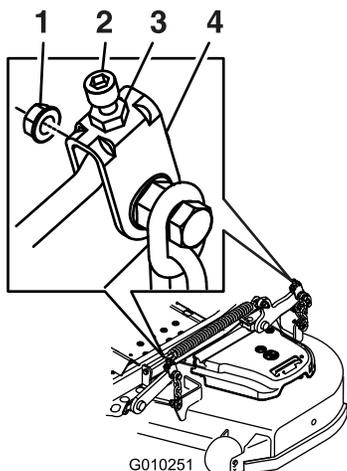

**Figure 95**
10. Pour les tabliers de coupe montrés à la Figure 95, ajustez précisément le serrage de l'écrou de réglage sur l'ensemble de relevage du tablier avant (Figure 95).
17. Ajustez précisément le serrage de l'écrou de réglage sur l'ensemble de relevage du tablier avant (Figure 95).